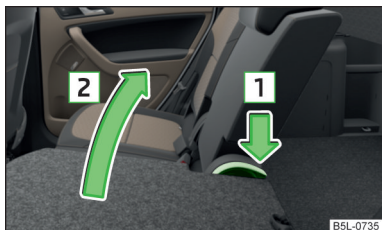

Fig. 73
- Appuyer sur le levier dans le sens de la flèche **1** » fig. 73 et rabattre le dossier du siège dans la position initiale dans le sens de la flèche **2**.